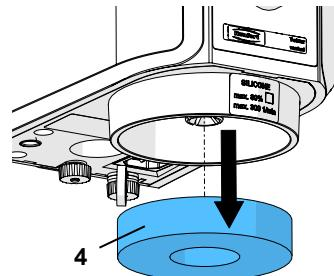

Fig. 12
- ⇒ Træk skumfilteret ned og ud (fig. 12).
- ⇒ Løsn sinterfilteret (13) ved at dreje det mod uret, og tag det af.